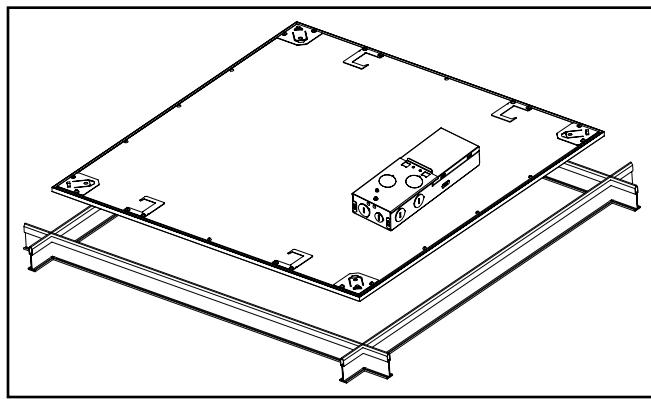

Figura 3.
- Pase el aplique a través de la red a un ángulo de 45 grados y luego colóquelo en la red. (Figura 3.)